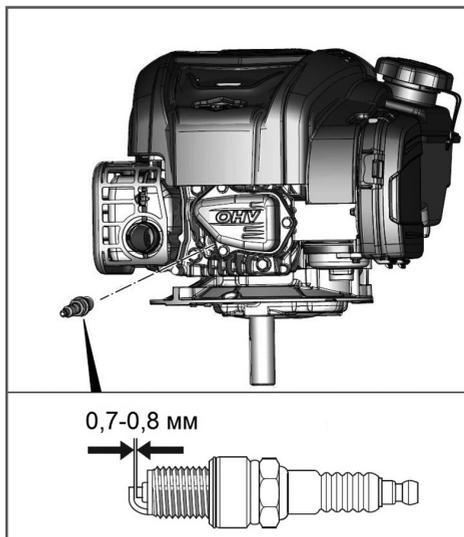

Рис. 21 Обслуживание свечи зажигания
4. Измерьте зазор между электродами свечи зажигания специальным щупом. Зазор должен быть 0,7-0,8 мм (Рис. 21). При необходимости, отрегулируйте зазор аккуратно подогнув/отогнув боковой электрод.